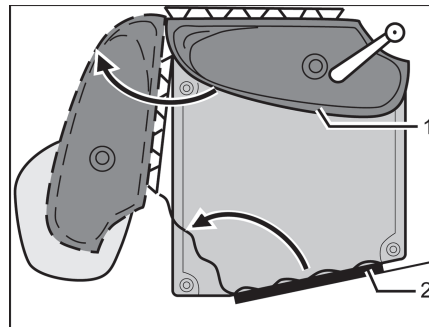

Fig. 272 Inodoro Vario
- Girar el lavabo con la pared dorsal (Fig. 272,1) en dirección de la flecha.
- Entrar en el cuarto de aseo, cerrar la puerta de entrada (Fig. 272,2) desde dentro y bloquearla.